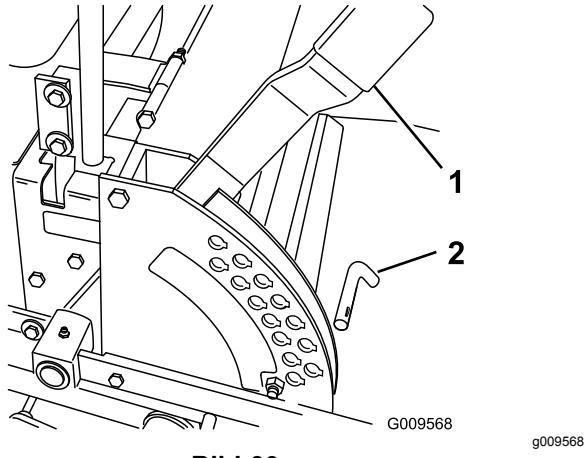

Bild 30
1. Heben Sie den Schnitthöhenhebel in die TRANSPORT-Stellung (entspricht der Schnitthöheinstellung von 127 mm) (Bild 30).
2. Entfernen Sie den Splint zum Einstellen der Schnitthöhe aus der Schnitthöhenhalterung (Bild 30).
3. Wählen Sie ein Loch in der Schnitthöhenhalterung, das der gewünschten Schnitthöhe entspricht, und stecken Sie den Lastösenbolzen wieder ein (Bild 30).